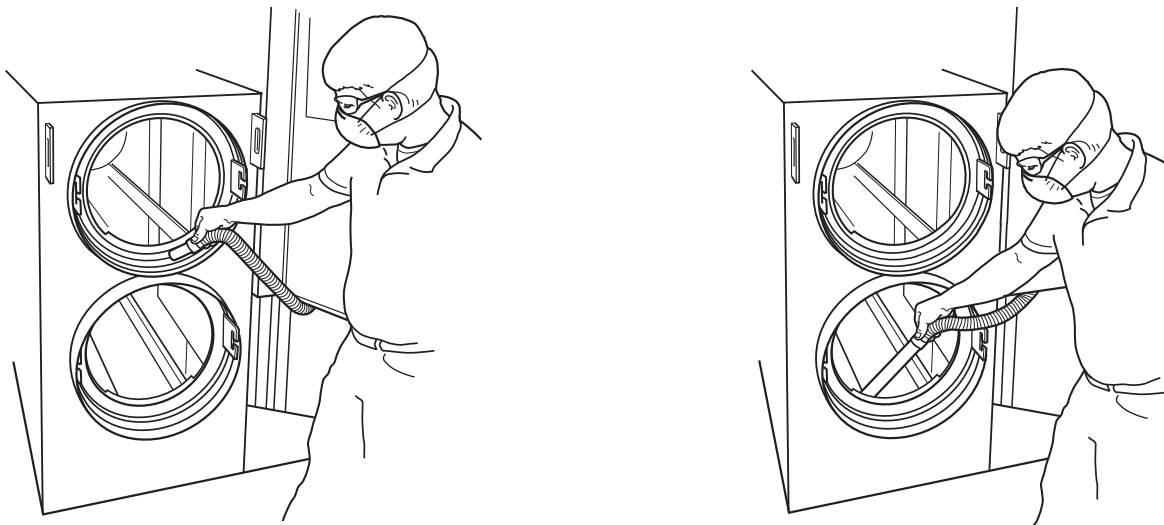

Figura 19
8. ENCIENDA el limpiador del DPF, y seleccione ASPIRAR en el menú principal. Utilice la manguera de vacío y los accesorios para quitar las cenizas del área de la puerta de cartucho y del interior de la cámara. Consulte la Figura 19.